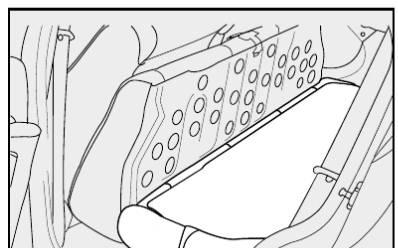
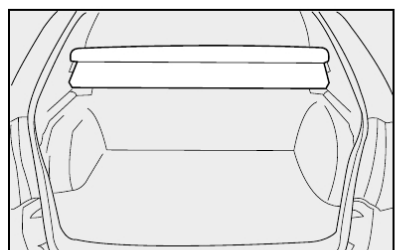

fig. 97
fig. 98
5) Rebater para a frente o encosto **fig. 97** do banco traseiro passando pelos cintos de segurança traseiros de modo a obter um único plano de carga no compartimento de bagagens **fig. 98**.